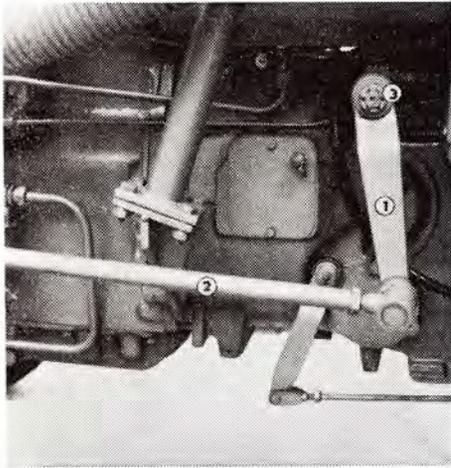

Abb. 40
1. Die Hauptlenkstange (Abb. 40/1) ist von der Lenkzugstange (Abb. 40/2) zu lösen. Nach Entsplinten und Ausschrauben der Mutter M 16×1,5 ist die Zugstange abzuziehen.